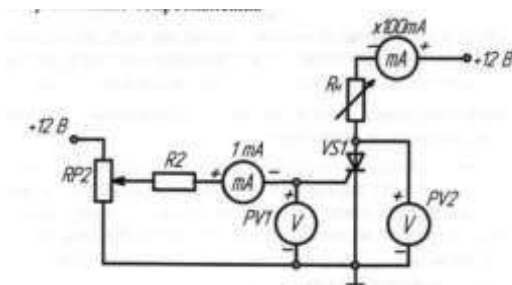

Рис. 5.1-Схема исследования тиристора
- а) Собрать схему для исследования тиристора на постоянном токе в соответствии с рис. 5.1. Регулятор R_n перевести в положение «0», соответствующее минимальному значению сопротивления.